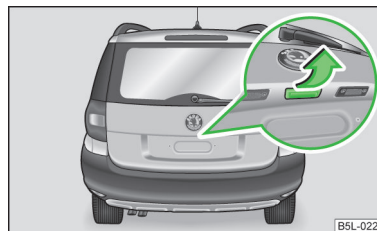

Fig. 17
- Premere la maniglia e sollevare contemporaneamente il portellone bagagliaio. » fig. 17